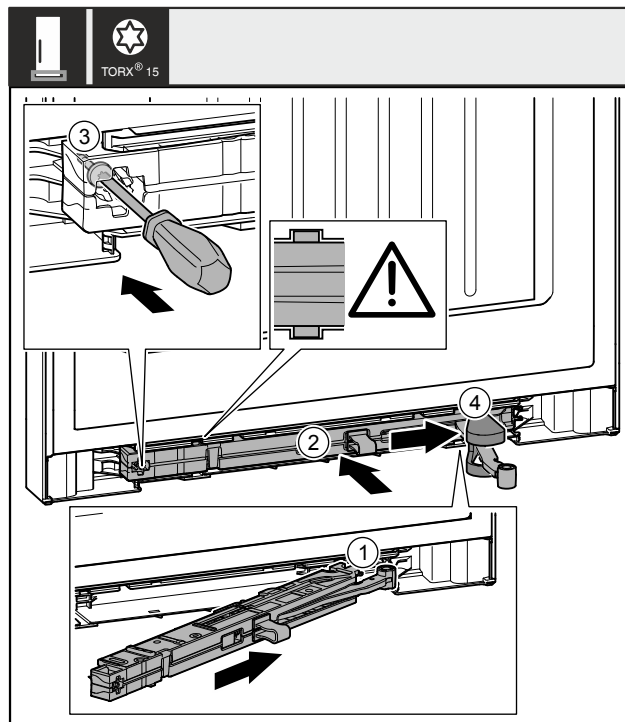

Fig. 53
- ▶ Wsunąć ukośnie amortyzator zamykania drzwi Fig. 53 (1) po stronie płytki zawiasu w zagłębienie aż do oporu.
- ▶ Wsunąć amortyzator zamykania drzwi Fig. 53 (2) całkowicie w zagłębienie.
- ▶ Przykręcić śrubę Fig. 53 (3) śrubokrętem.
- ▶ Wsunąć osłonę Fig. 53 (4) na przegub.